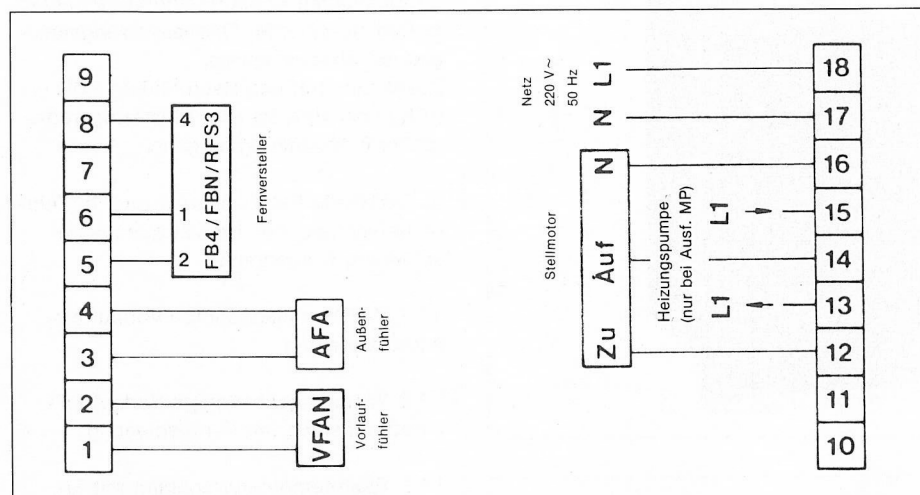

Bild 5 Anschlußschema zu 2.1.2, 2.1.3 und 2.2.1
2.1.2 Witterungsabhängige Vorlauf-temperaturregelung mit Fernbedienung FB4 (Bild 5)
2.1.3 Witterungsabhängige Vorlauf-temperaturregelung mit Fernbedienung FBN zur raumgeführten Absenkung (Bild 5)
2.2.1 Raumtemperaturregelung mit Raumfühler RFS3 zur raumgeführten Absenkung und Erfassung der Außentemperatur durch den Außenfühler AFA (Bild 5)